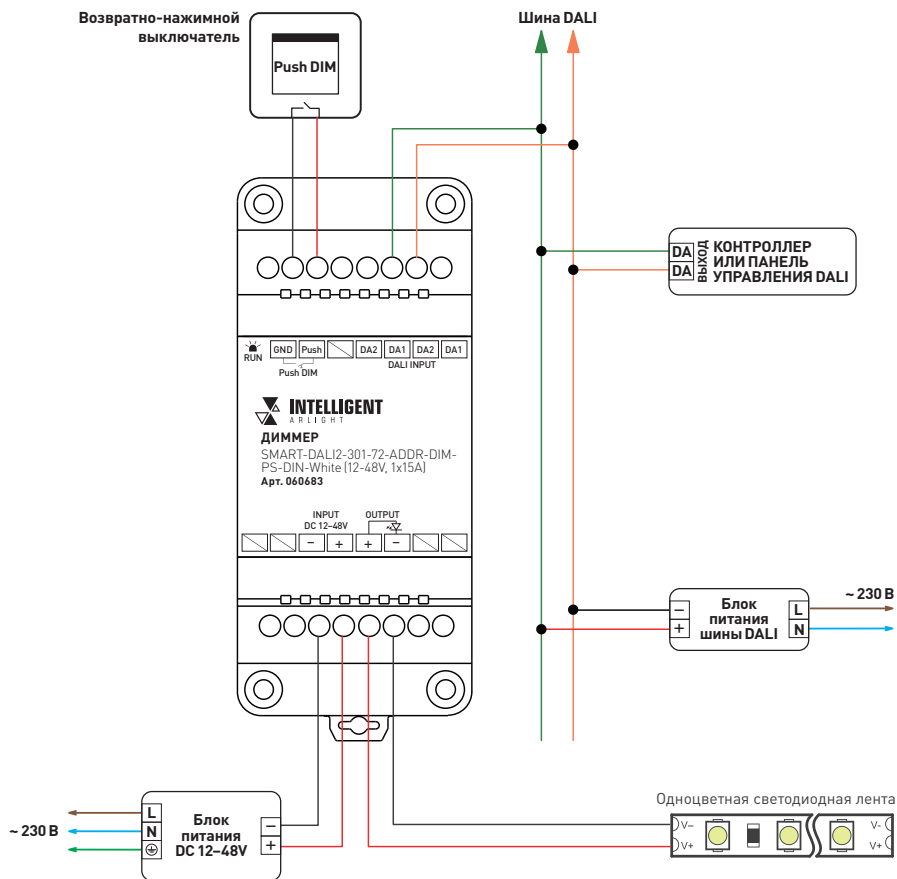

Рис.2. Схема подключения диммера
- 3.4. Подключите диммер согласно схеме на рис. 2.